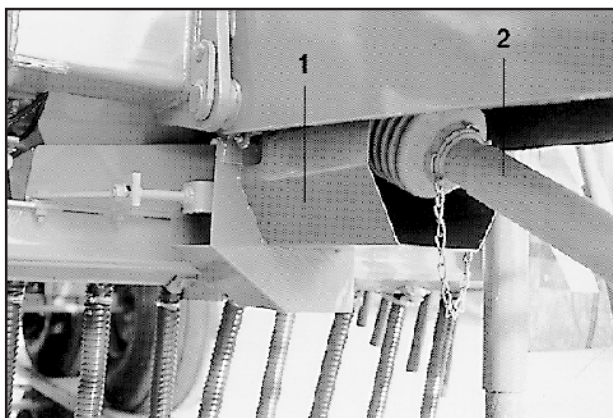
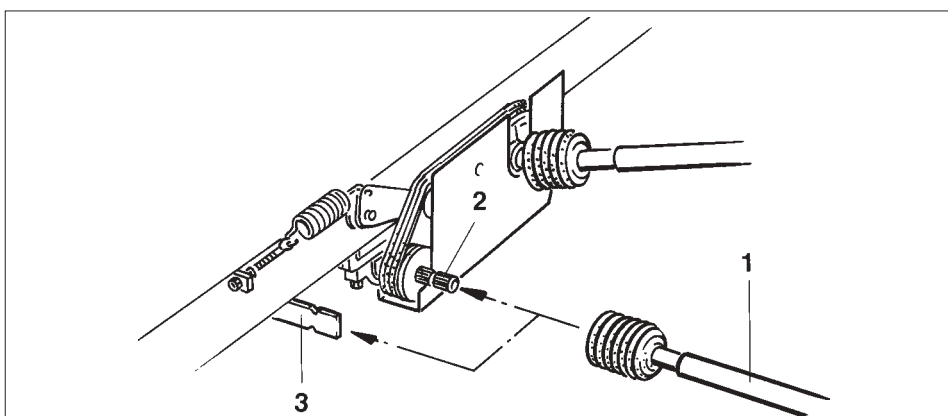

Рис. 4.24
Рис. 4.26
На фотографиях рис. 4.25 и рис. 4.26 защита карданного вала (рис. 4.24/1) и карданный вал (рис. 4.24/2) сняты только для наглядного объяснения. При переключении на другое распределительное устройство защиту карданного вала (рис. 4.24/1) не снимать.
- Вставьте болт (рис. 4.26/1) в отверстие рядом с подсоединением карданного вала и зафиксируйте пружинным штекером (рис.4.26/2).